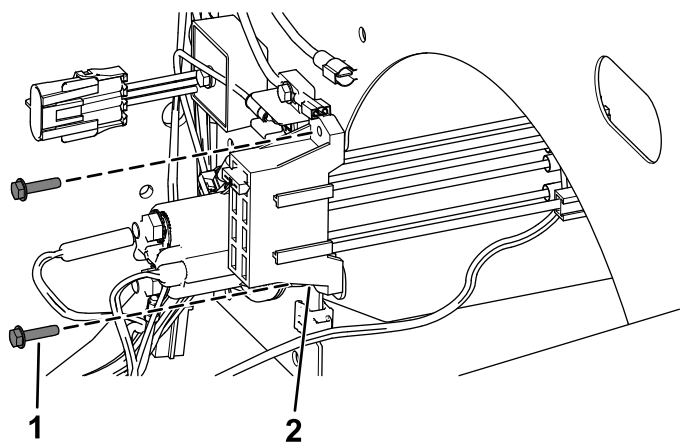

Figura 21
- Per le macchine 2019 e successive, fissate il nuovo portafusibili utilizzando le 2 viti autofilettanti, come illustrato nella Figura 21.